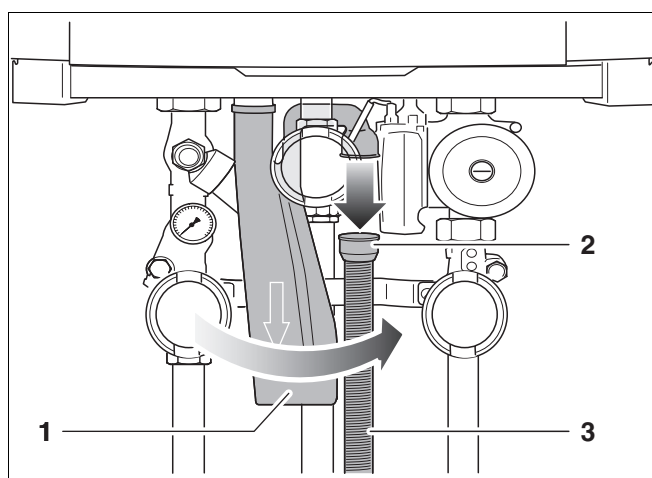

Fig. 86 Gegolfde slang losdraaien
- Draai de sifon een kwartslag rechtsom (→ fig. 86).